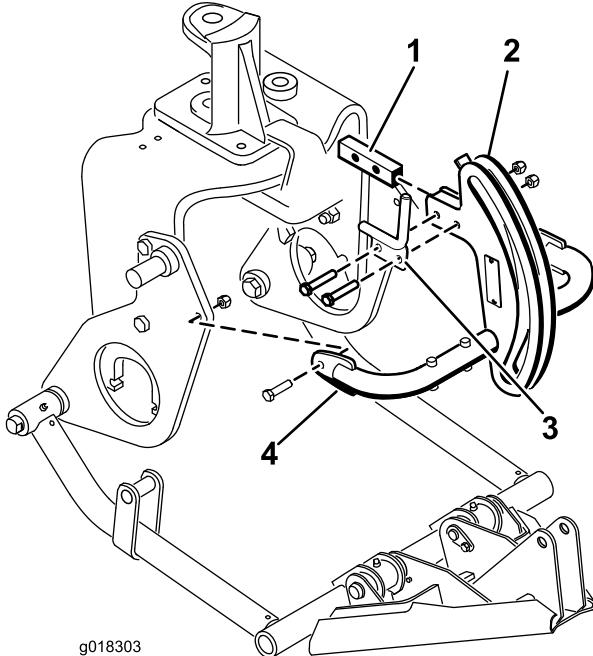

図 9
6. ヒッチフレーム上部とホースガイドを、ヒッチフレームブラケットに取り付ける；ボルト (3/8 x 2 インチ) (2本) とナット (図 9) を使用する。
7. ボルト ((3/8 x 1-1/2 インチ)) とナットを使って、プラウ・プレートにヒッチ・フレーム・チューブを取り付ける (図 9)。ナットを締めつけて調整を固定する。